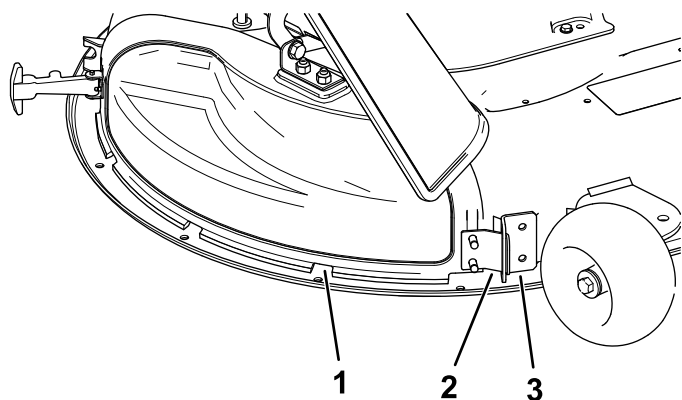

図 12
5. 排出口カバーについている金属製のタブを、デッキに溶接されているブラケットのスロットから外す 図 12。